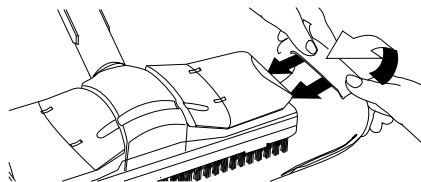

Fig. 10
- ➔ Fije el paño limpiasuelos (H3) en la boquilla barredora de suelos (H1). Para ello, doble el paño limpiasuelos a lo largo y coloque la boquilla barredora de suelos encima. Enganche los extremos sobresalientes del paño limpiasuelos en las pinzas de sujeción (H2) de debajo (véase la fig. 10).